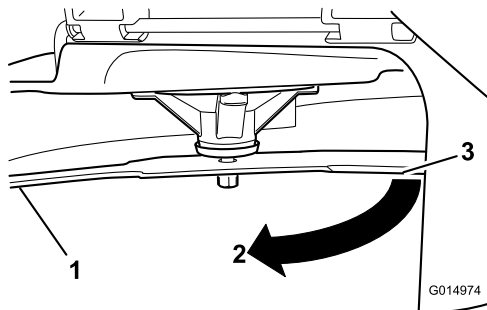

Figura 61
3. Segunda distancia medida entre cuchilla y superficie (B)
4. Gire la misma cuchilla 180 grados de manera que el otro extremo esté en la misma posición (Figura 61).